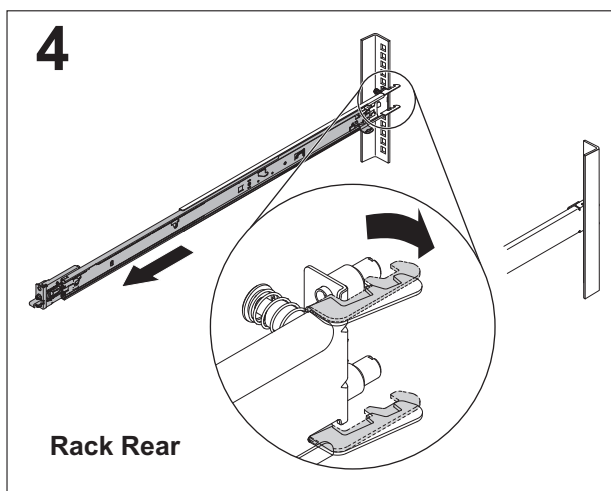

Figura 39. Removendo a extremidade posterior dos trilhos deslizantes
3. Desengate os trilhos deslizantes da parte traseira do rack, conforme mostrado em Figura 39.